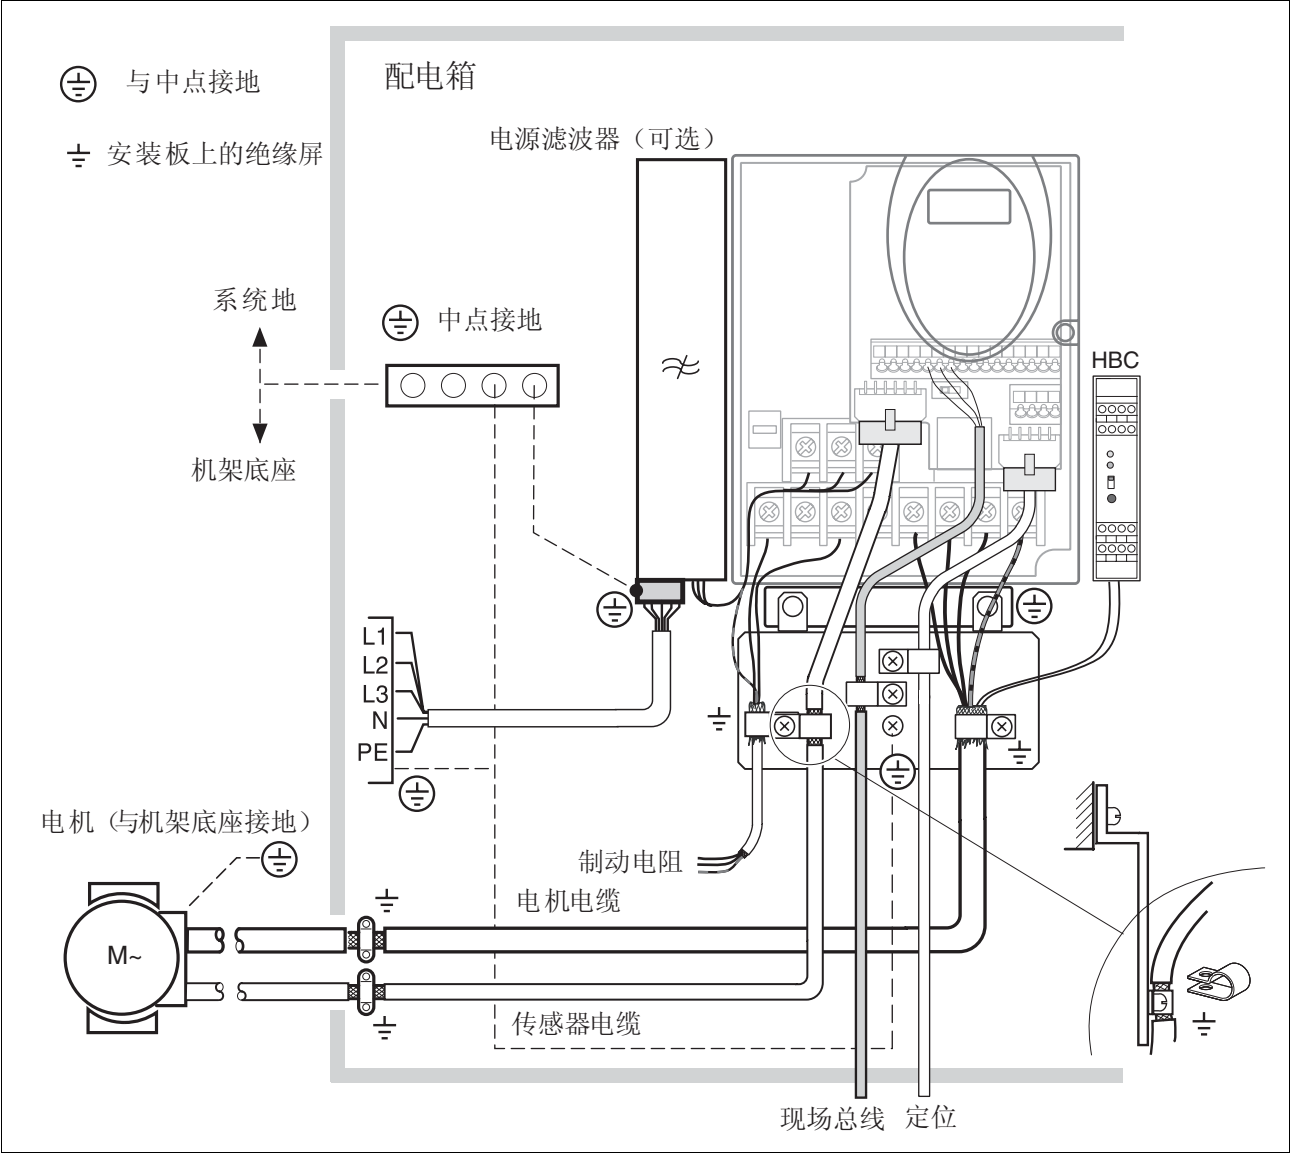

图 6.1 EMC 措施
- ▶ 将供货范围内所包含的 EMC 板固定在设备下方，参见图 6.1，或者使用其它替代固定元件（梳形安装导轨，屏蔽线夹，回流排）。